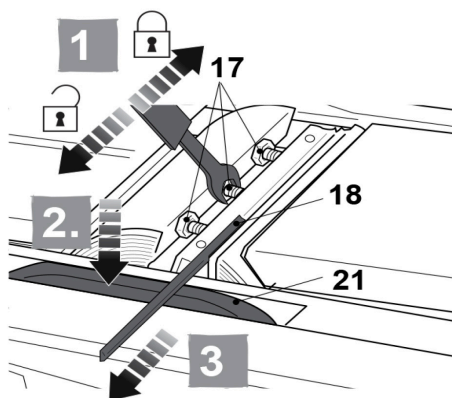

Рис. 12
3. Поворачивайте ножевой вал (20) до тех пор, пока лезвие ножа не окажется между передней и задней подошвами.
4. Ослабьте крепление ножа, поворачивая шестигранные болты (17) по часовой стрелке с помощью гаечного ключа (входит в комплект) (Рис. 12).
5. Нажмите на защитный кожух (21). С помощью плоскогубцев (не входят в комплект) отодвиньте нож (18) в сторону, а затем извлеките нож.
6. Проверните ножевой вал (20) на 180° и повторите описанные действия для второго ножа (18).
10. Чтобы закрепить нож, сначала вращайте центральный болт (17) против часовой стрелки до тех пор, пока болт не прижмёт нож (18), затем вращайте два крайних болта (17) против часовой стрелки до тех пор, пока нож не будет плотно закреплён. Не допускайте перекаса ножа. Повторите эти действия для второго ножа.